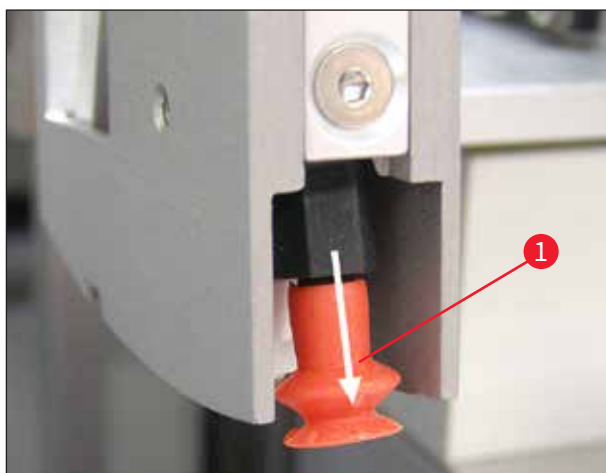

图 51
- 如果吸盘出现明显变形或损坏, 则必须更换。进行更换时, 用手指向下拉出吸盘 (→ 图 51), 更换新吸盘。